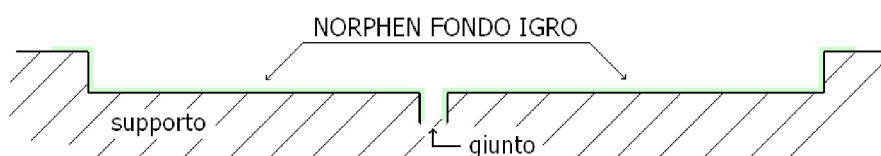

Fig. 3
- Primerizzare il supporto di posa così sagomato con NORPHEN FONDO IGRO (vedi Fig. 3).